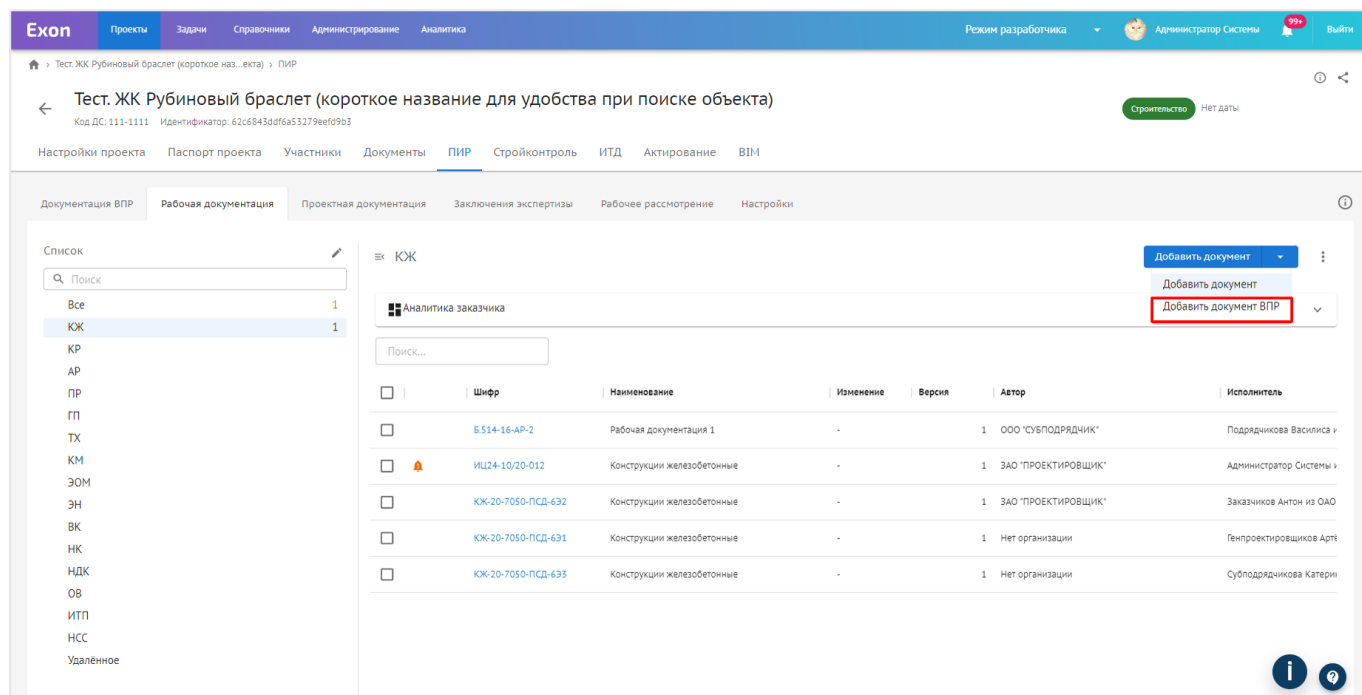

Рис. 45 - Загрузка документа ВПР
1. Выбрать соответствующий раздел РД из списка, в который необходимо загрузить документ, и нажать «Добавить документ ВПР» (рис. 45);